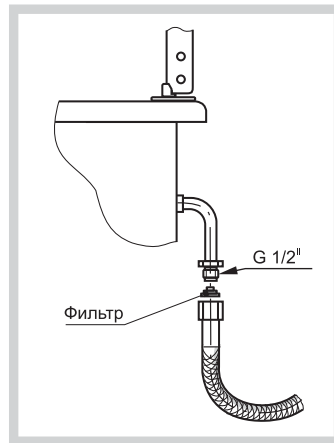

Рис.14
- выбранный шланг должен иметь документ, указывающий дату изготовления, срок службы и замены, и установлен в соответствии с рис.14;